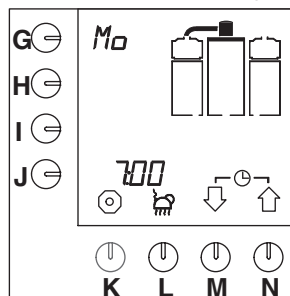

Fig. 11 Exemple jour et heure
- Le jour et l'heure s'affichent un instant sur l'écran de contrôle (fig.11).
- Le jour et l'heure s'affichent sur l'écran de contrôle (fig.11).